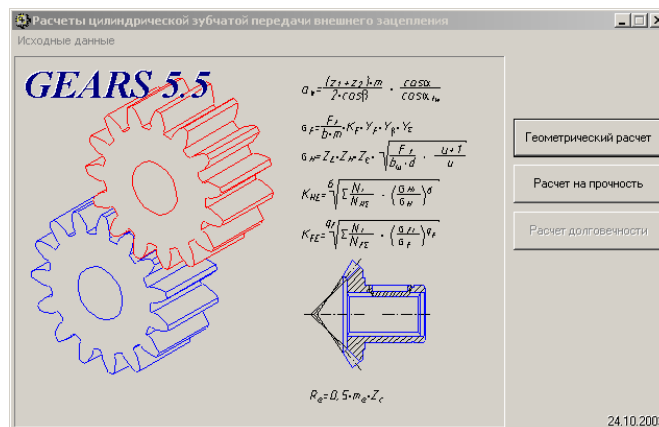

Рисунок 6.18 – Вікно розрахунків на міцність
7. Після цього в головному вікні стане активною друга кнопка – **Розрахунки на міцність** (рис. 6.18).